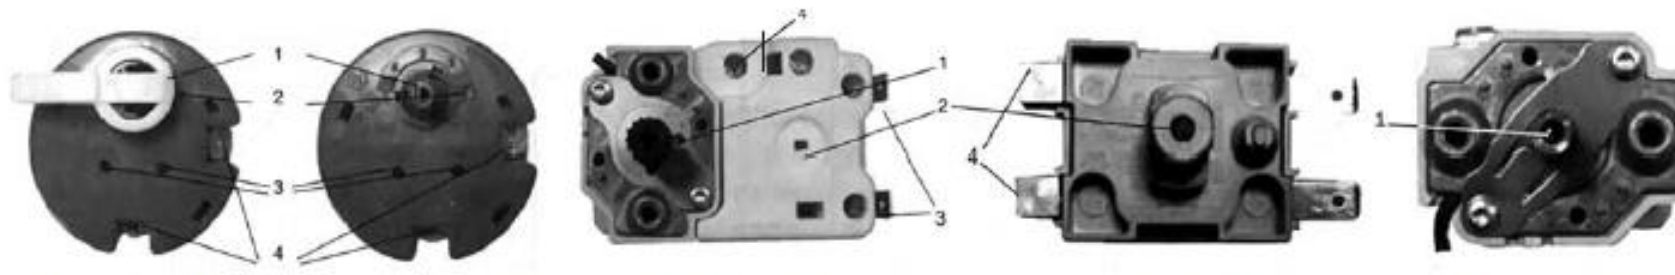

Рис. 3. Внешний вид терморегулятора
- нажать на кнопку тепловой защиты, которая расположена в корпусе терморегулятора (рис. 3, поз.2)
- для моделей D400-2-BC выполните подключение соответствующих проводов к клемме А1 и В1 защитного термостата (см. рис. 3г);
- модели Steatite (N3CM (E)) – на термостате (рис. 3в) под защитной крышкой по часовой стрелке;
- модели EGO – на термостате (рис. 3б) под защитной крышкой против часовой стрелки.